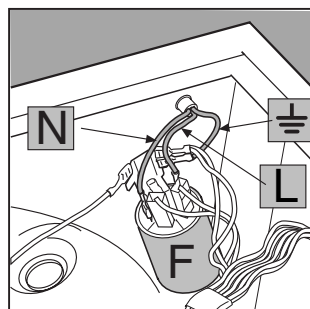

Fig. 4
3. Scollega i cavetti dal filtro antidisturbo F [fig. 4] facendo attenzione alla loro posizione (cavetto **Blu=N**; cavetto **Marrone=L**) lasciando per ultimo il cavetto di terra \perp .